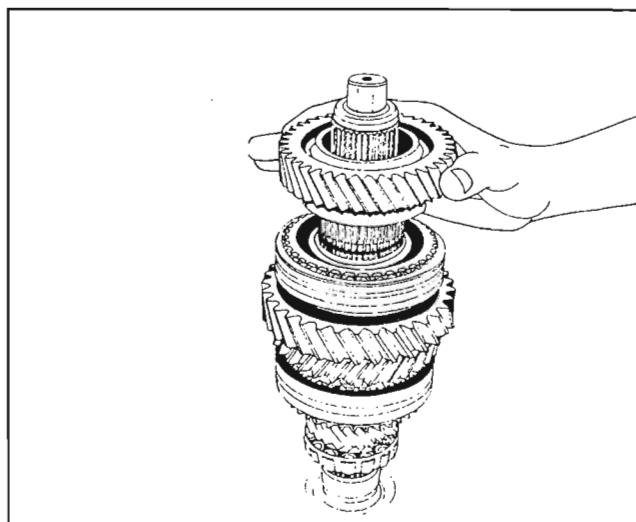

Fig. 63
Instale el conjunto del piñón de la 2ª velocidad (29) en el eje primario junto con el cojinete de agujas (24a) y el cono sincronizador (30). El cono sincronizador se debe encontrar abajo. Fig. 63